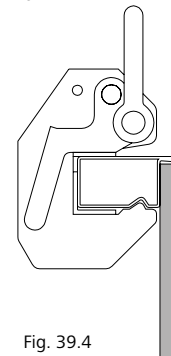

Fig. 39.4
3. Pour verrouiller, remettre le levier de sécurité en position initiale (Fig. 39.4).